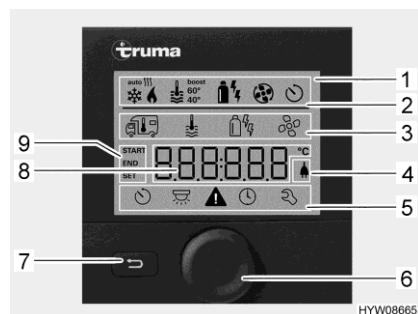

Fig. 118 Centralina di controllo con indicazioni
- Riga di stato (Fig. 118,2)
- Riga di menu in alto (Fig. 118,3)
- Area di indicazione (Fig. 118,8)
- Riga di menu in basso (Fig. 118,5)
- Premere la manopola/il pulsante (Fig. 118,6) per circa 3 secondi. Vengono visualizzate entrambe le righe di menu (Fig. 118,3 e Fig. 118,5). Il primo simbolo lampeggiava.
- Ruotare la manopola/il pulsante (Fig. 118,6), finché viene visualizzato il simbolo del menu desiderato.
- Premere la manopola/il pulsante per memorizzare il valore impostato. Se il valore impostato originariamente non deve essere modificato: Premere il tasto indietro (Fig. 118,7).
- Ruotare la manopola/il pulsante (Fig. 118,6), finché il simbolo del menu del riscaldamento (Fig. 119,1) lampeggiava.
- Premere la manopola/il pulsante per memorizzare il valore impostato. Il simbolo nella riga di stato lampeggiava (Fig. 118,2), finché viene raggiunta la temperatura impostata. Se il valore impostato originariamente non deve essere modificato: Premere il tasto indietro (Fig. 118,7).
- Ruotare la manopola/il pulsante (Fig. 118,6), finché il simbolo del menu relativo all'acqua calda (Fig. 119,2) lampeggiava.
- Ruotare la manopola/il pulsante (Fig. 118,6), finché il simbolo del menu relativo alla modalità di funzionamento (Fig. 119,3) lampeggia.
- Premere la manopola/il pulsante per memorizzare la modalità di funzionamento impostata. Se il valore impostato originariamente non deve essere modificato: Premere il tasto indietro (Fig. 118,7).
- Ruotare la manopola/il pulsante (Fig. 118,6), finché il simbolo del menu delle ventole (Fig. 119,4) lampeggia.